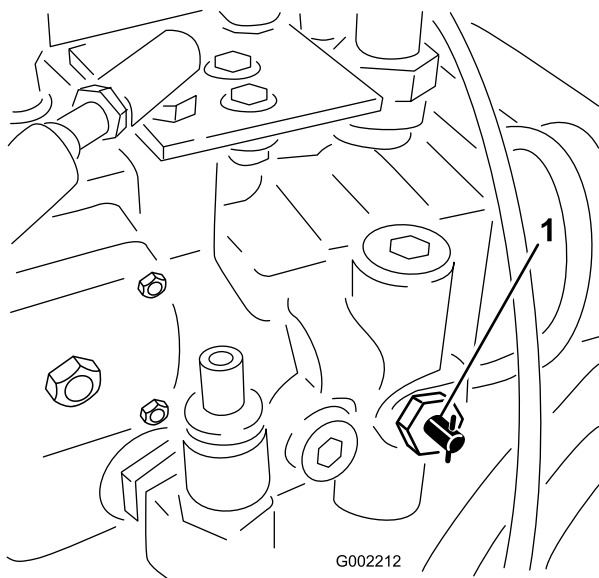

Figura 53
1. Gire la válvula de remolcado (**Figura 53**) 90° en cualquier sentido para abrirla.